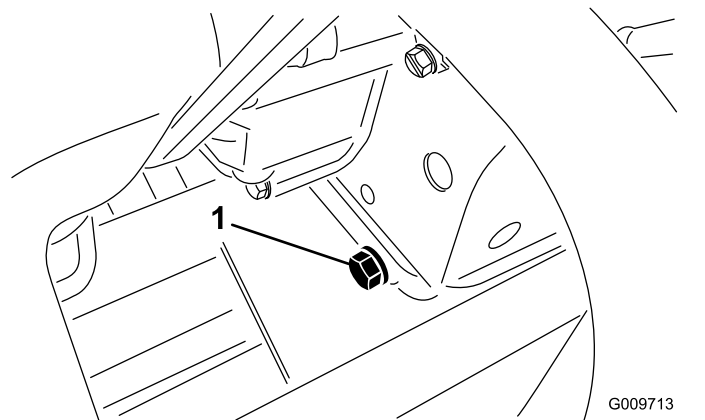

図 55
2. ドレンプラグ 図 55 を外してオイルを容器に受ける。